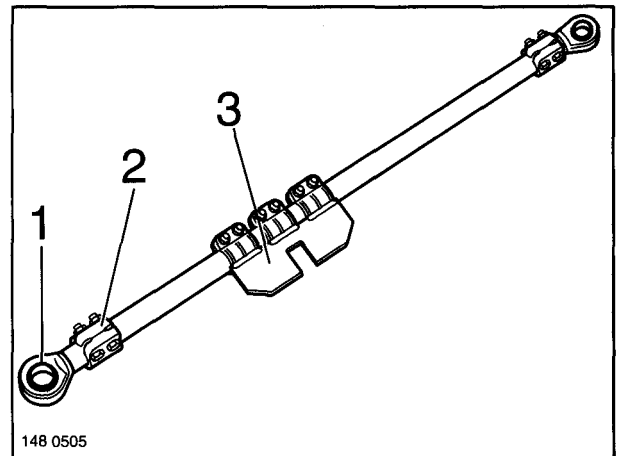

Fig. 6
- (1) Slide the middle locking plate (Fig. 6/3) on the track rod in the correct position. Fit the side clamps (Fig. 6/2). Screw the two track rod ends (Fig. 6/1) in equally. Note LH and RH thread.
- (2) First roughly adjust the track rod length to the threaded pin distance.
- (1) Positionner correctement la tôle de blocage centrale (figure 6/3). Emmancher les colliers de serrage latéraux (figure 6/2). Visser les deux têtes de la barre d'accouplement (figure 6/1) à la même distance. Respecter le sens du filetage, pas à gauche et pas à droite.
- (2) Commencer par régler provisoirement la longueur de la barre d'accouplement selon l'écartement des boulons filetés.
- (1) Mittleres Sperrblech (Fig. 6/3) lagerichtig aufschieben. Seitliche Klemmschellen (Fig. 6/2) aufstecken. Beide Spurstangenköpfe (Fig. 6/1) gleich tief einschrauben. Links- und Rechtsgewinde beachten.
- (2) Spurstangenlänge auf den Gewindebolzenabstand vorerst grob einstellen.